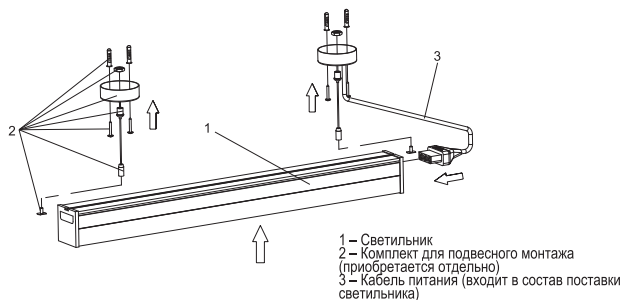

Рисунок 5. Подвесной монтаж светильника на тросе
- Подвесной монтаж светильника производить на тросах при помощи комплекта для подвешивания (модели UFL-N10H 1.5M SET BLACK, UFL-N10H 1.5M SET WHITE, приобретаются отдельно). В комплект подвешивания входит металлическая планка с винтами, позволяющая при данном монтаже, механически соединить два светильника (см. рисунок 5).